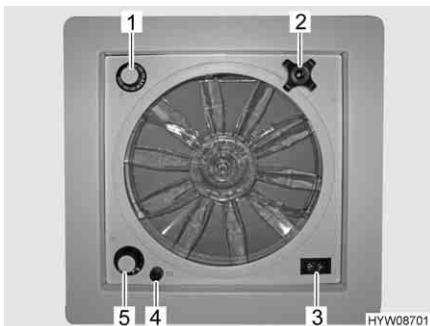

Fig. 79 Oblò con ventilatore
- ▷ Un fusibile da 4 A (Fig. 79,4) protegge da sovraccarico il motore del ventilatore. Se si verifica un sovraccarico: Per prima cosa individuare ed eliminare la causa (ad es. il ventilatore è sporco), poi sostituire il fusibile.
*Apertura oblò:* ■ Ruotare la maniglia girevole (Fig. 79,2), finché non si raggiunge l'angolo di apertura desiderato.
*Aerazione/sfiato:* ■ Portare l'interruttore a levetta (Fig. 79,3) su "Aerazione" (flusso d'aria dall'esterno verso l'interno) o "Sfiato" (flusso d'aria dall'interno verso l'esterno).
*Spegnimento del ventilatore:* ■ Portare l'interruttore a levetta (Fig. 79,3) sulla posizione centrale.
*Impostazione della velocità del ventilatore:* ■ Posizionare l'interruttore girevole (Fig. 79,5) sul grado desiderato:
*Impostazione della temperatura:* ■ Ruotare il termostato (Fig. 79,1) fino alla battuta in direzione "blu".
- Ruotare il cappuccio nero (Fig. 79,4) di un quarto di giro in senso antiorario.